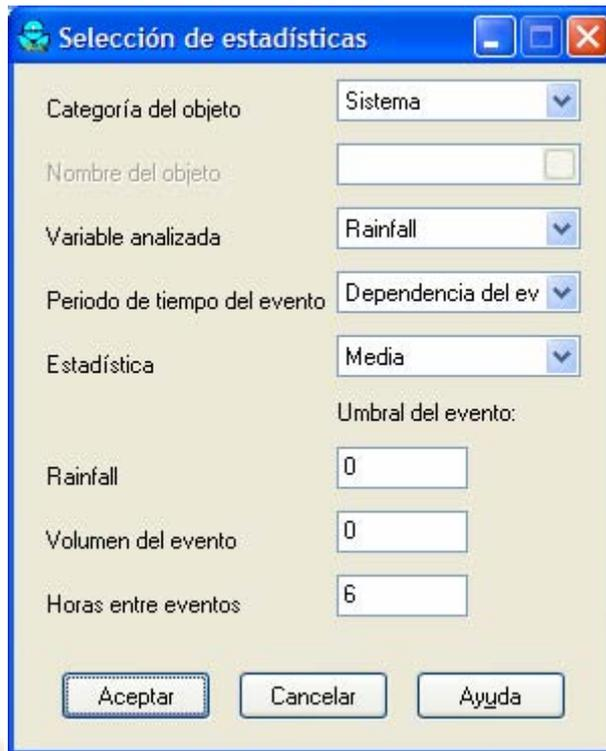

Figura 2.24. Ventana de diálogo de Selección de Estadísticas.
2. En la ventana de diálogo de Selección de Estadísticas que aparece, debe introducirse los valores mostrados en la Figura 2.24.